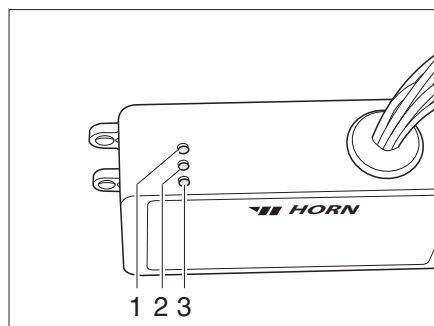

Fig. 176 Aparato regulador
El aparato regulador (Fig. 176) está montado en el armario ropero. Las luces de control del aparato regulador tienen el siguiente significado:
- La luz de control (Fig. 176,2) se enciende verde: Regulación en funcionamiento.
- La luz de control (Fig. 176,1) se enciende roja: Se está calentando el depósito de aguas residuales.
- La luz de control (Fig. 176,3) se enciende roja: Las tuberías de aguas residuales se calientan.